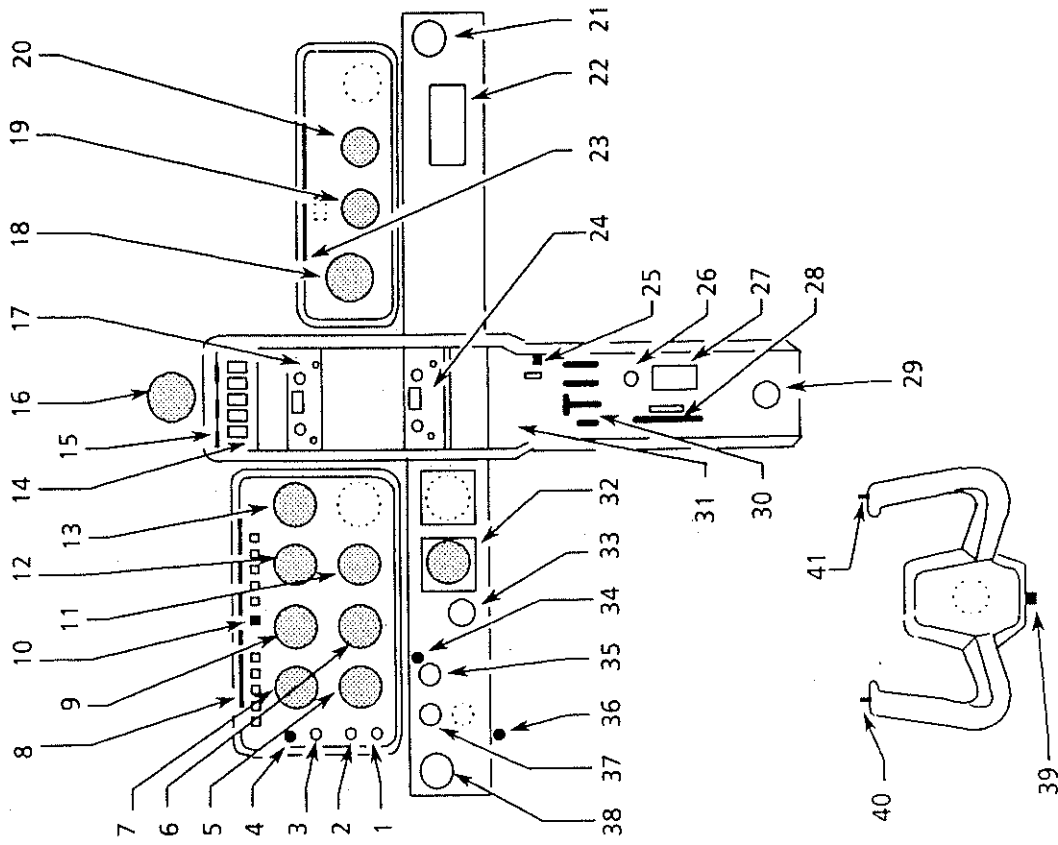

Figure 9.2.3 - EXEMPLE DE PLANCHE DE BORD « VFR » VERSION NARCO
- Voir Figure 9.2.3.
- Plafonniers avant commandés par rotation des plots, modulables par rhéostat "secours". Voir Figure 9.2.3.